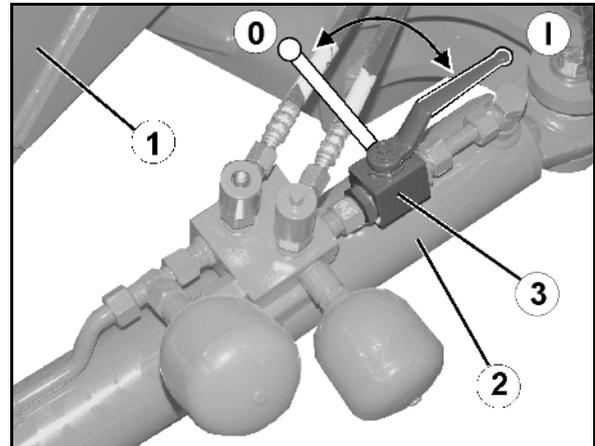

Fig. 72
4. Fixez le timon directeur (Fig. 72/1) en position **0** n fermant le robinet d'arrêt (Fig. 72/3).